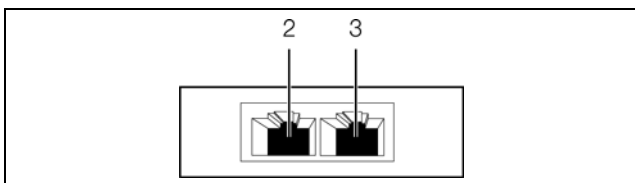

Рис. 7: Задняя сторона датчика температуры/влажности
- Соедините датчик температуры/влажности кабелем CAN-Bus с интерфейсом CAN-Bus Процессорного блока СМС III или с соседним компонентом в шине CAN-Bus (рис. 7, поз. 2).
- При необходимости подключите ко второму, свободному интерфейсу CAN-Bus датчика температуры/влажности (рис. 7, поз. 3) следующий компонент (например, датчик другого типа).